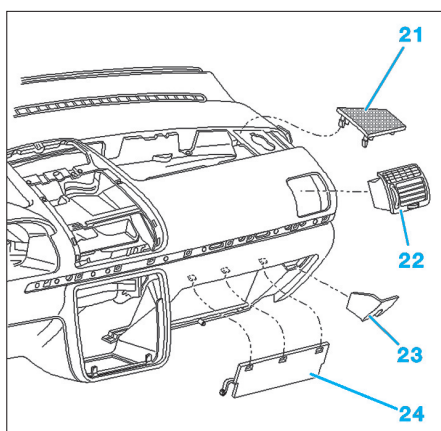

Fig. 16
- De chaque côté, dégrafer les grilles de haut-parleur (21) à l'aide d'un petit tournevis (Fig.16).